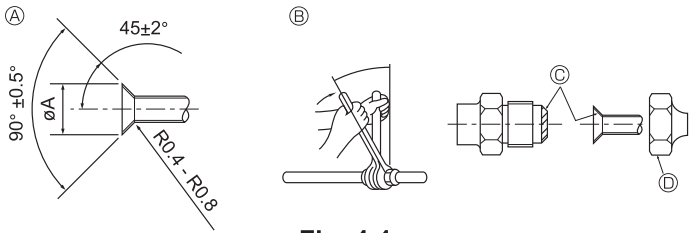

Fig. 4-1
4.1. 连接管道 (Fig. 4-1)
- ② 扩口螺母拧紧扭矩
- ③ 切勿将冷却机油涂在螺钉部分。